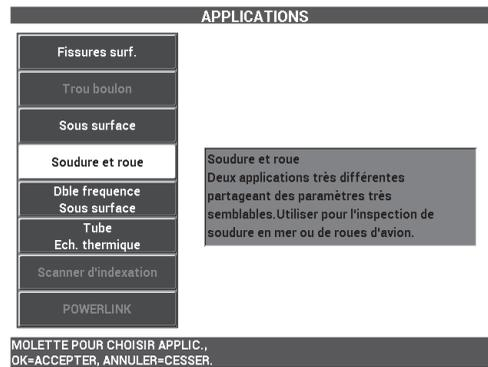

Figure 5-31 Application Soudure et roue
2. Appuyez une fois sur la touche ADV SETUP ( ) , et puis sélectionnez le menu **CHOIX APPLIC** (touche A) pour l'ouvrir. Sélectionnez l'application **Soudure et roue** avec la molette de réglage, et puis appuyez sur  pour confirmer votre choix (voir la Figure 5-31 à la page 160).